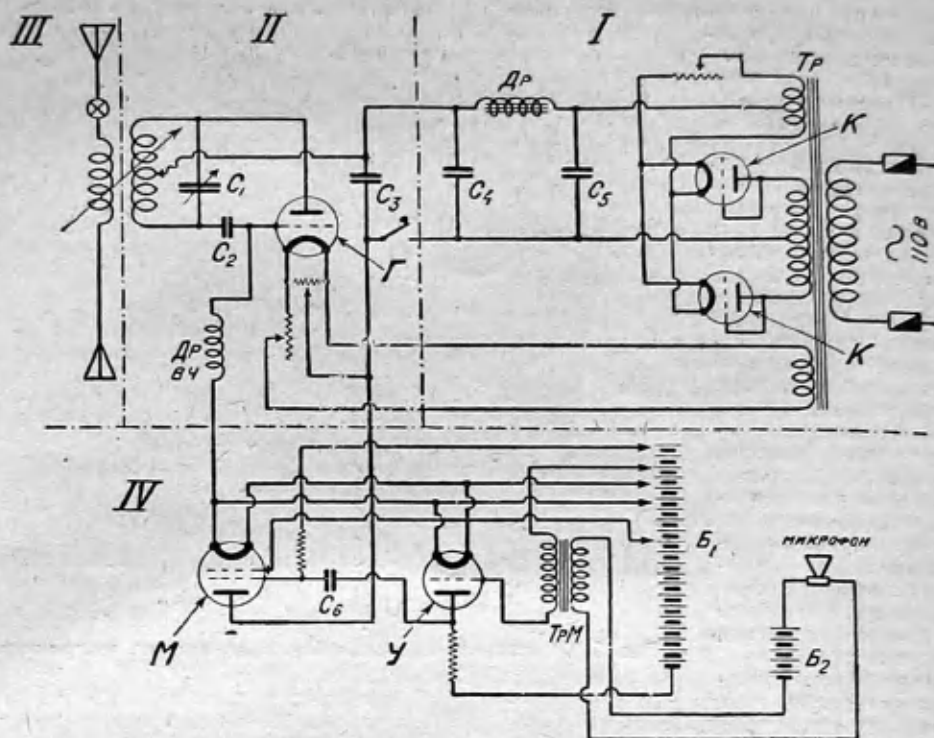
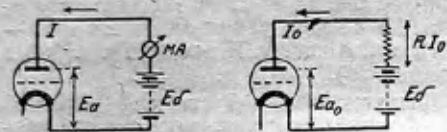

Рис. 1. Схема передатчика.
Рис. 3. Слева — схема для снятия статической, справа — то же для снятия динамической характеристики.
Генератор собран по видоизмененной трехточечной схеме (рис. 1, клетка II). Питание его анодной цепи производится через выпрямитель с фильтром (клетка I). При одной лампе УТ1 в генераторе (I), поставлены для двухполупериодного выпрямления в качестве кенотронов (K и K) две лампы УТ1 с сетками, замкнутыми накоротко на анод. Накал кенотронов производится от специальной обмотки, намотанной на тот же трансформатор, от которого дается напряжение на аноды кенотронов. После выпрямления и сглаживания на анод генератора попадает около 240—310 вольт. В фильтре стоит один дроссель Dp в 4500 витков и два конденсатора (C_4 и C_5) по две микрофарды. Накал генератора производится переменным током от специальной третьей обмотки того же трансформатора. Накал генератора шунтирован потенциометром. При таком устройстве фон переменного тока почти совсем незаметен.
ном анодном напряжении и напряжении накала. Подобные характеристики для одной из немецких ламп представлены кривыми на рис. 2. Эти характеристики, конечно, не тождественны с характеристикой рис. 1, а являются лишь некоторой аналогией. И по количеству входных в них величин, и по их зависимости они значительно сложнее. Но все же, не входя в объяснение физических процессов, только имея эти характеристики, можно изучить ряд свойств электронной лампы. Так, например, сразу можно заметить, что силы анодных токов (I) при одинаковом напряжении на сетке e_g значительно разнятся друг от друга при различном анодном напряжении (E_a). Характеристики, представленные на рис. 2, носят название **статических характеристик**, они сняты при отсутствии нагрузок (напр., сопротивления) в анодной цепи лампы, т.е. представляют собою показания миллиамперметра, включенного между анодом и плюсом анодной батареи при различном напряжении на сетке лампы, как это показано на рис. 3. (слева).
В действительной схеме усилителя низкой частоты «на сопротивлениях» в анодную цепь включается еще омическое сопротивление (см. рис. 3 справа).